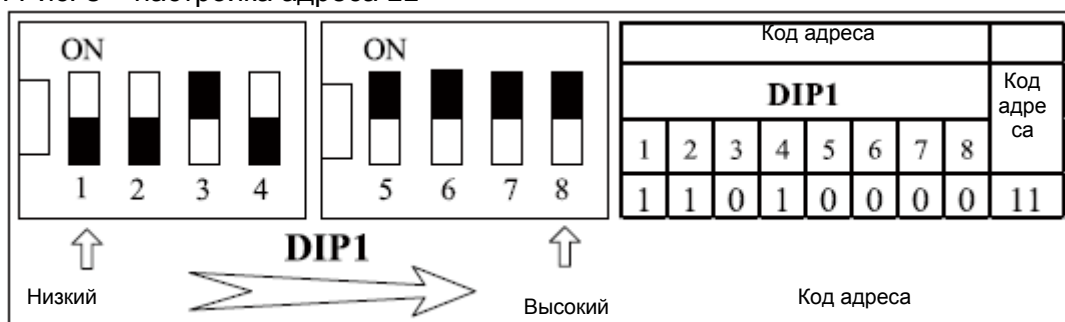

Рис. 5 Настройка адреса 11
1) См. Рис. 5 – настройка адреса 11